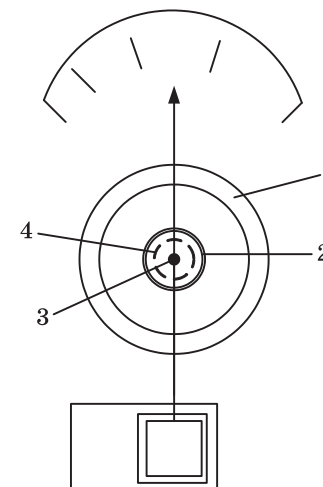

Рис. 1.18. Схема прибора электродинамической системы: 1 — катушка неподвижная; 2 — катушка подвижная; 3 — ось; 4 — спиральная пружина
**Электродинамические приборы** работают на взаимодействии токов двух катушек. Эти приборы применяют для измерения величины тока, напряжения и мощности (рис. 1.18).